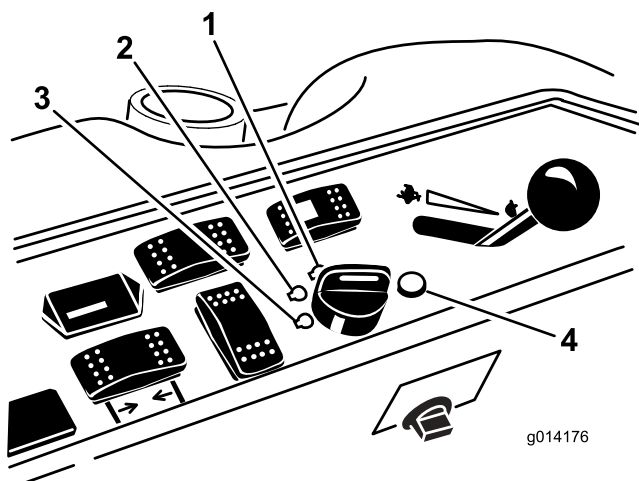

Рисунок 12
- Поверните ключ в замке зажигания по часовой стрелке в положение Run ("Работа") (Рисунок 12).
- Поверните ключ в замке зажигания в положение "Выкл." (Рисунок 12). Прежде чем покинуть рабочее место, дождитесь остановки всех движущихся частей.